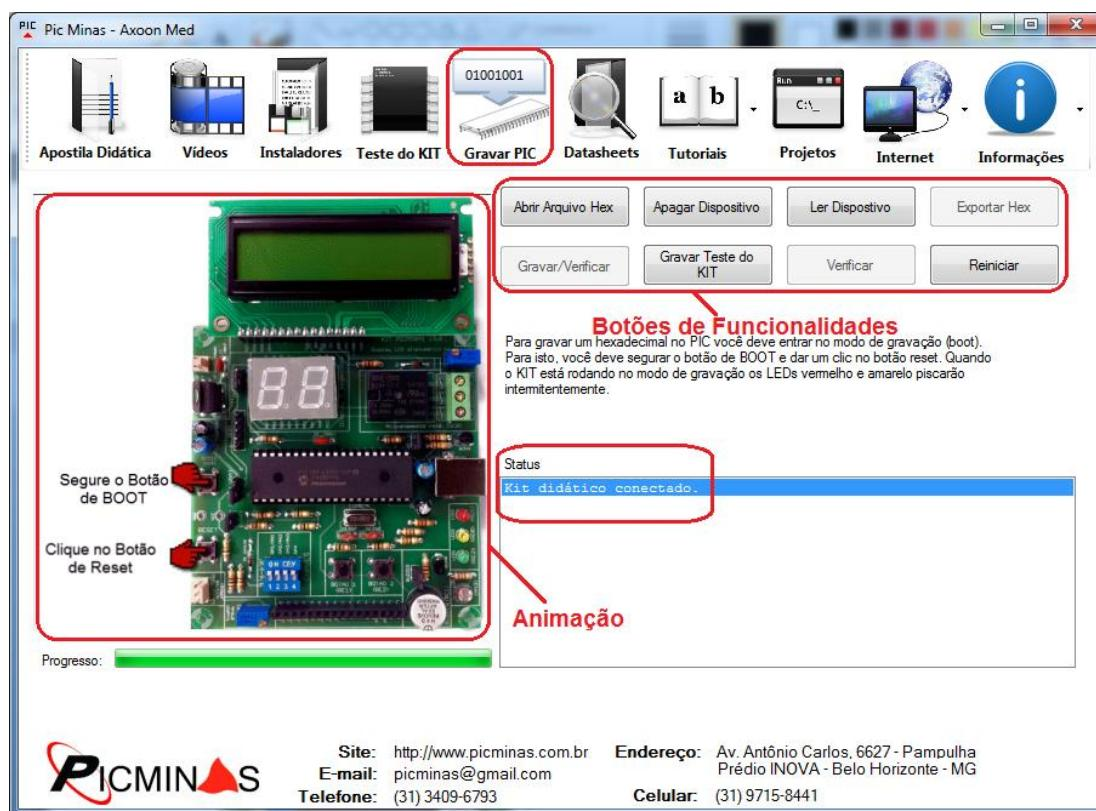

Figura 3.38 - DVD Didático – ícone “Gravar PIC”.
- 1) Abra o DVD Didático e clique no ícone “Gravar PIC”. Conecte o seu KIT Didático ao seu computador e coloque-o em modo de gravação conforme mostrado na animação do DVD (segure o botão de BOOT e dê um clique no botão RESET). Observe que os LEDs vermelho e amarelo começarão a piscar. Na caixa de texto “Status” irá aparecer a mensagem “Kit didático conectado”. Observe também que alguns dos botões serão habilitados após a conexão (ver Figura 3.38).